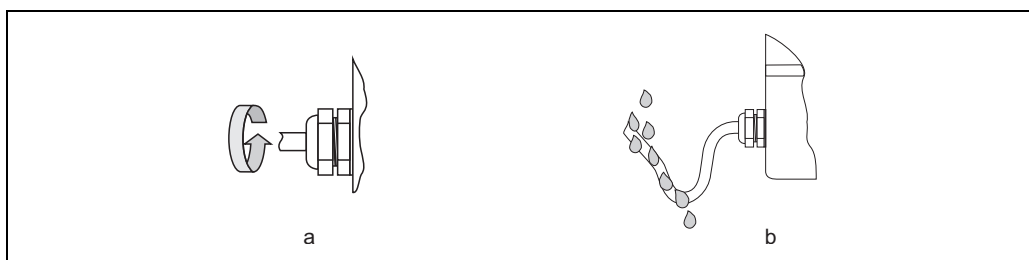

Fig. 13: Conseils de montage pour les entrées de câble
- Les entrées de câble doivent être bien serrées (point **a** → fig. 13).
- Devant l'entrée de câble ce dernier doit être posé en boucle ("poche d'eau") (point **b** → fig. 13). L'humidité éventuelle ne pourra ainsi pas pénétrer via la traversée.